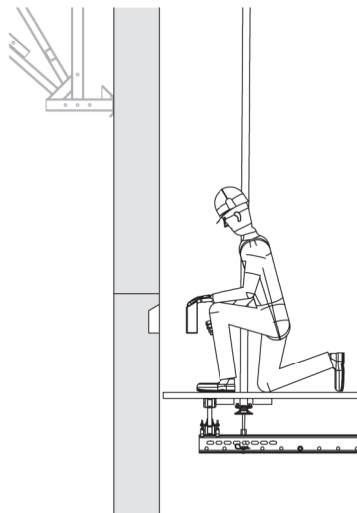

Fig. C5.01
1. Smontare il sistema di appoggio, l'inserto per riservazione o la mensola ribaltabile dalla precedente sezione di getto. (Fig. C5.01)